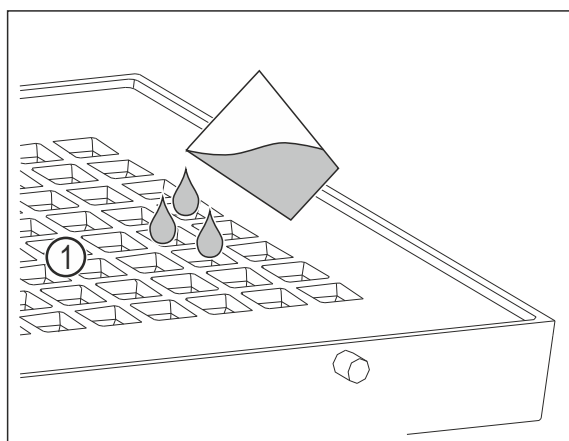

Fig. 158
- Hidhni maksimumi 400 ml ujë përmes vrimës Fig. 158 (1) në kapakun mbulues.